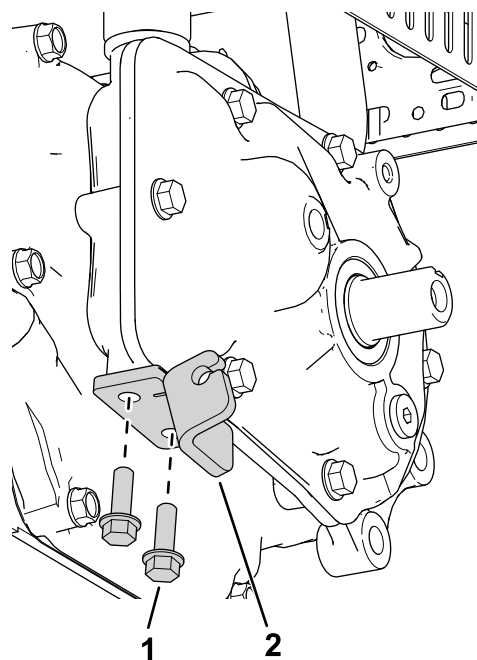

Figura 1
1. Montate la piastra della frizione con 2 bulloni ( $\frac{1}{4}$ " x  $\frac{3}{4}$ " come illustrato nella Figura 1.